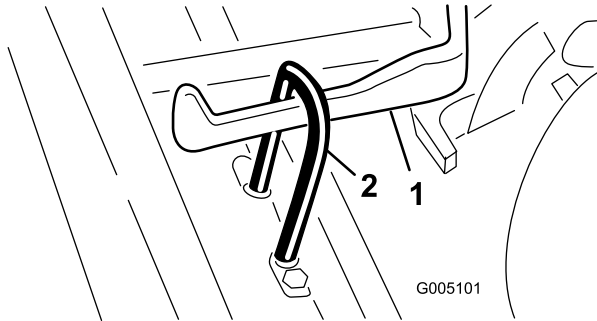

Bild 12
3. Schieben Sie das Mähwerk unter den Zugrahmen, während Sie den Hubhaken am Hubarm einhaken (Bild 12).